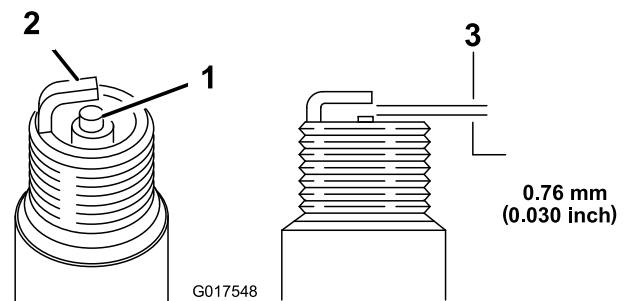

Bild 22
5. Stellen Sie den Elektrodenabstand auf 0,76 mm ein (Bild 22).